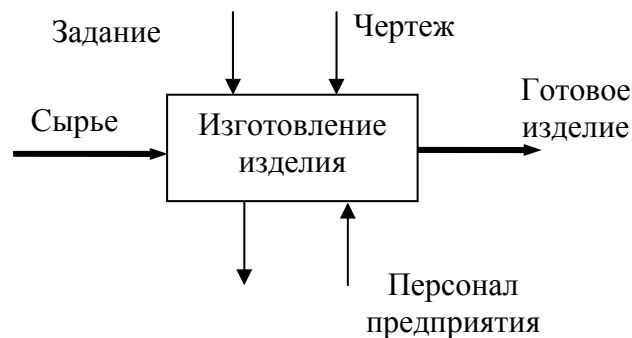

Рис. 4. Пример контекстной диаграммы
Взаимодействие работ с внешним миром и между собой описывается в виде стрелок (рис. 4). Стрелки представляют собой некую информацию и обозначаются существительными (например, "*Заготовка*", "*Изделие*", "*Заказ*") или именными сочетаниями (например, "*Готовое изделие*").
**Выход (Output)** – материал или информация, которые производятся работой. Каждая работа должна иметь хотя бы одну стрелку выхода. Работа без результата не имеет смысла и не должна моделироваться. Стрелка выхода рисуется как исходящая из правой грани работы. На рис. 4 стрелка "*Готовое изделие*" является выходом для работы "*Изготовление изделия*".
входящая в нижнюю грань работы. На рис. 4 стрелка *"Персонал предприятия"* является механизмом для работы *"Изготовление изделия"*. По усмотрению аналитика стрелки механизма могут не изображаться в модели.